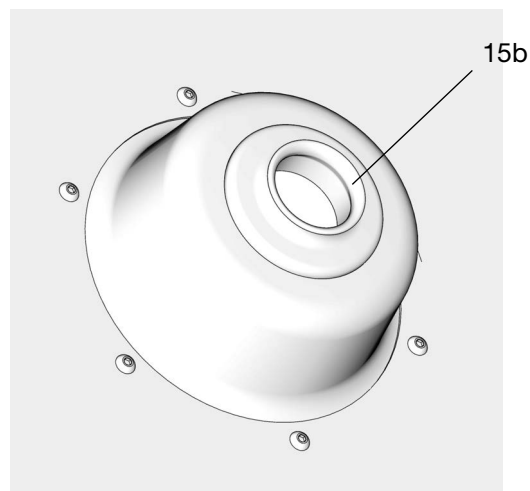

Рис. 26
5. Удостоверьтесь, что резиновая прокладка (15b) расположена по центру прижимной пластины (Рис. 26).